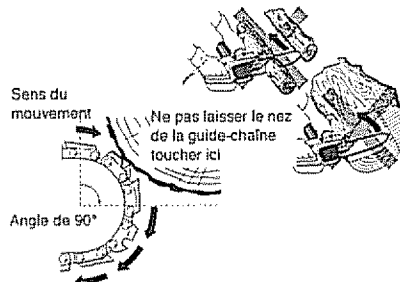

Figure 1 - Exemple du risque de recul. Ne pas laisser le nez de la guide-chaîne toucher un objet pendant que la chaîne est en mouvement.
- Ne pas laisser le nez de la guide-chaîne toucher quelque chose quand la chaîne est en mouvement (voir la Figure 1.)